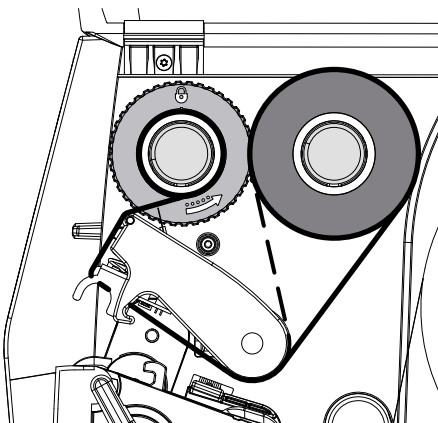

Bild 13 Transferfolienlauf
5. Position des Randstellers auf dem Aufwickler an Breite des Folienkerns (4) anpassen und Folienkern auf den Aufwickler (2) schieben.
6. Folie wie in Bild 13 durch die Druckbaugruppe führen.
► Transferfolie über den Etikettensensor (6) führen.
7. Folienanfang mit einem Klebestreifen mittig am Folienkern (4) fixieren. Hierbei die Rotationsrichtung des Folienaufwicklers entgegen dem Uhrzeigersinn beachten.
8. Folienaufwickler (2) entgegen dem Uhrzeigersinn drehen, um den Folienlauf zu glätten.